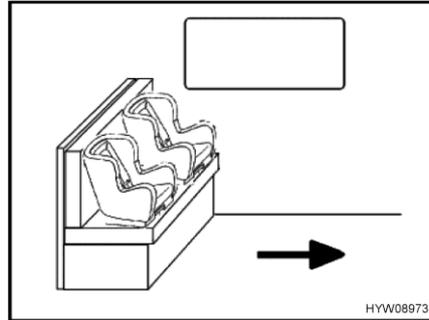
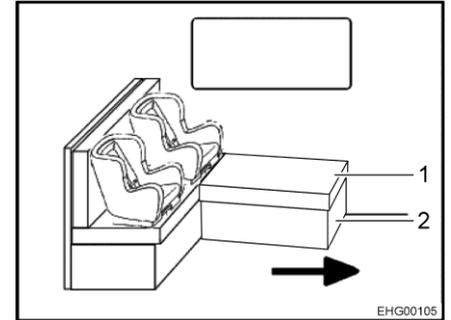

Fig. 17 Asientos infantiles en el banco
Fig. 18 Asientos infantiles en el banco L
La flecha en Fig. 17 y en Fig. 18 muestra la dirección de marcha.
- Quitar el cojín (Fig. 18,1) si es necesario.
- Plegar el bastidor de baúl (Fig. 18,2) si es necesario.